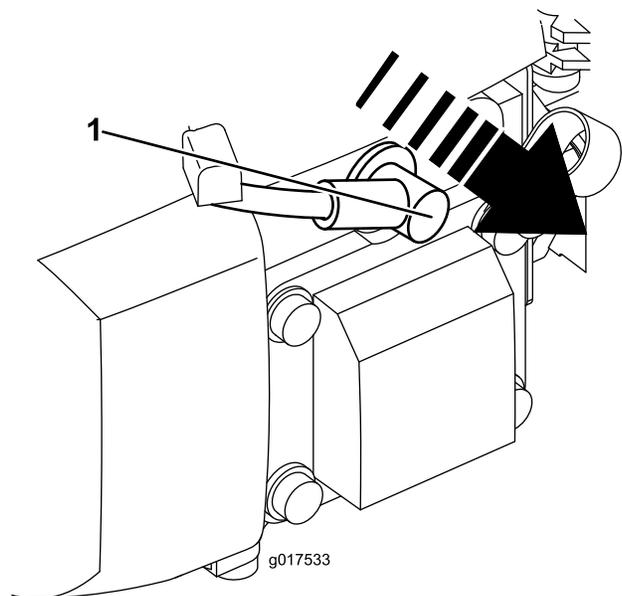

図 17
2. 整備などの前には、必ず点火プラグコードを外す 図 17。